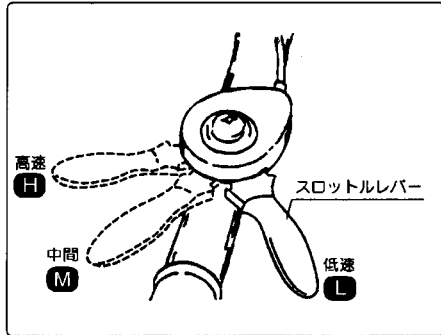

図23
- ①ハンドル右側握部にあります。レバーを内側方向に回すとエンジンの回転が上がり、外側にもどしますと回転は下がります。エンジン始動時は、レバーを [H] のほうに少し回してスタートしてください。(図23)